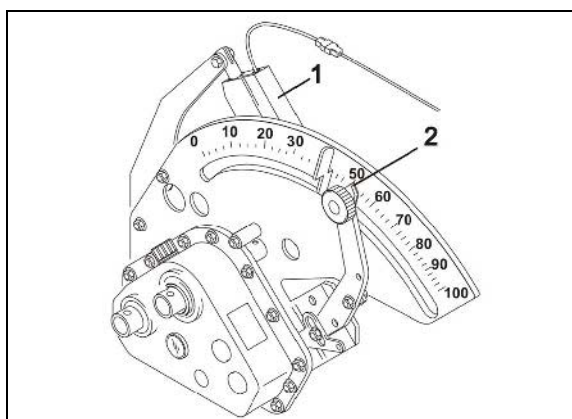

Bild 25
- ställs växelväljarspaken (Bild 25/2) in för hand. Ju högre inställt skalvärde, desto större utsädesmängd.
- ställer ställmotorn (Bild 25/1) in växelväljarspaken (Bild 25/2) (tillval).